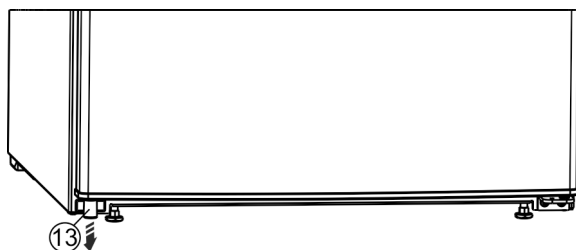

Fig. 14 \*
- ▶ Võtke distantsdetail Fig. 14 (13) all vasakul uksest välja.\*